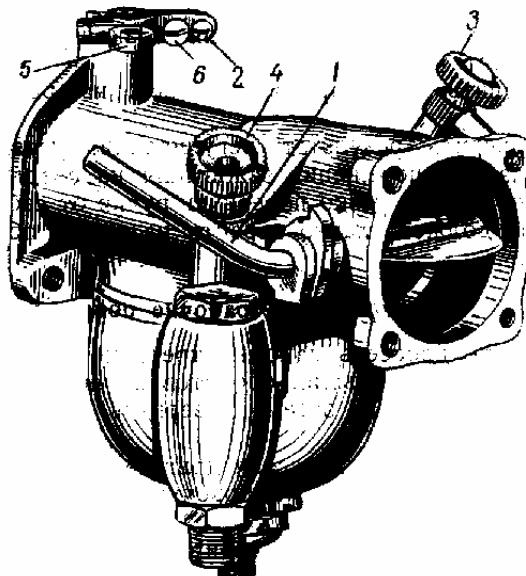

Рис.23 Карбюратор мотоцикла Индиан:
1. Завернуть до отказа обе регулировочные иглы 3, 4 (рис. 23).